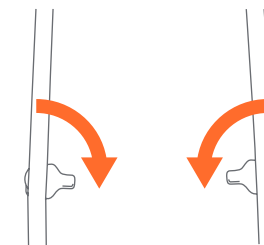

Fig. 12a
- 12) •** Puis tourner à onglets sur la poussette (Fig 12a).